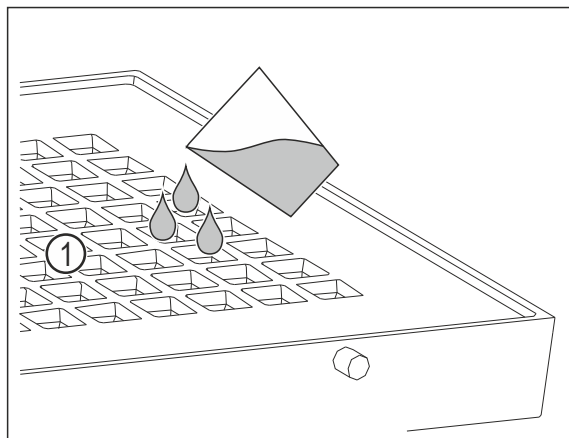

Fig. 158
- Залейте не более 400 мл воды через отверстия Fig. 158 (1) в крышке.